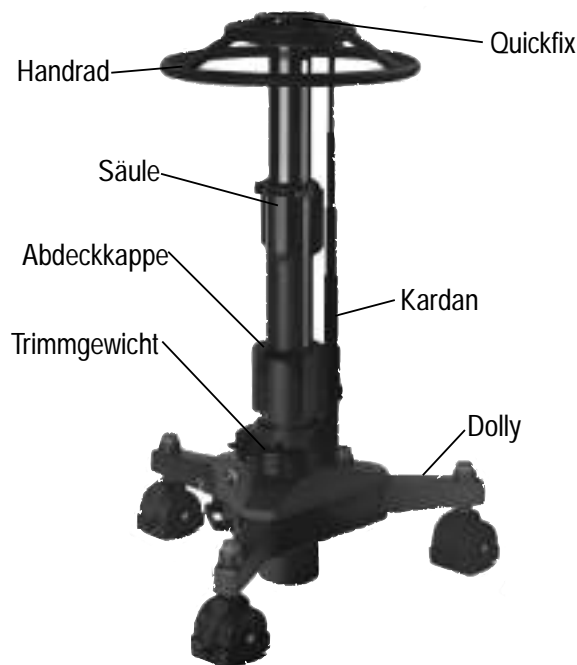

Abb. 1
- ⇒ *Bei Beschädigung einer Abdeck-Klappe (siehe Abb. 1) darf die Säule wegen Verletzungsgefahr erst nach einer Reparatur durch einen Servicetechniker wieder in Betrieb genommen werden.*